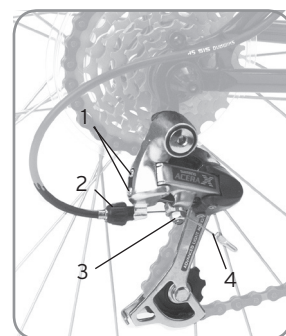

Figure 22. Dérailleur arrière
2. Desserrez le boulon de serrage du câble (figure 22) jusqu'à ce que le câble soit détendu.